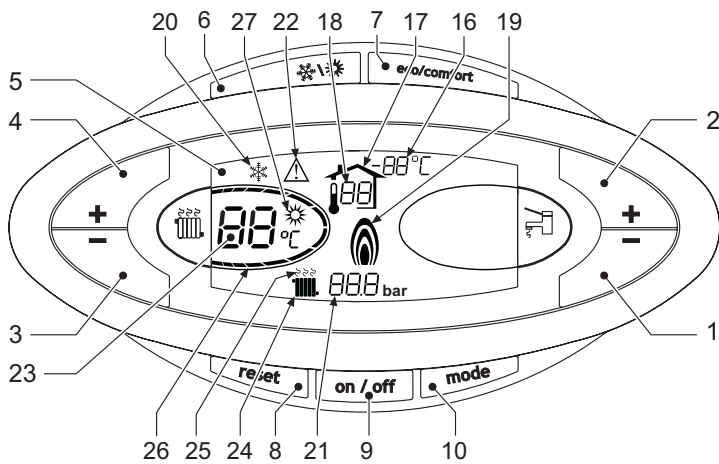
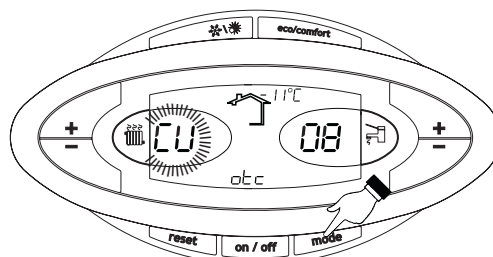
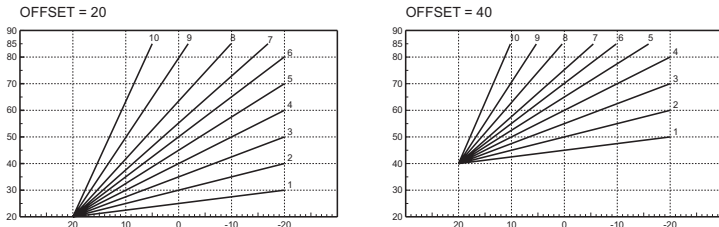

рис. 1 - Панель управления
рис. 9 - Кривая погодозависимого регулирования
рис. 12 - Пример параллельного смещения кривых погодозависимого регулирования
Нажмите на кнопку вкл/выкл (поз. 9 - рис. 1) в течение 1 секунды.
Для повторного включения котла снова нажмите клавиш вкл/выкл (поз. 9 рис. 1) в течение 1 секунды.
- Нажмите кнопку ВКЛ/ВЫКЛ (9 - рис. 1)
Нажмите клавишу **Лето/Зима** (поз. 6 - рис. 1) на 1 секунду.
На дисплее высвечивается символ "Лето" (поз. 27 - рис. 1). При этом котел будет вырабатывать только воду для ГВС. Остается активной система защиты от замерзания.
Для выключения режима "Лето" вновь нажмите клавишу **Лето/Зима** (Поз. 6 - рис. 1) на 1 секунду.
Температура в системе отопления регулируется с помощью **кнопок отопления** (поз. 3 и 4 - рис. 1) в пределах от минимума 30 °С до максимума 80 °С
С помощью **кнопок системы ГВС** (поз. 1 и 2 - рис. 1) температуру можно регулировать от минимальной 10°С до максимальной 65°С
При установке внешнего датчика (опция) на дисплей панели управления (поз. 5 -) выводится рис. 1 текущая внешняя температура, измеряемая этим датчиком. При этом система управления котлом работает в режиме "Плавающая температура". В этом режиме температура воды в системе отопления регулируется в зависимости от внешних климатических условий с тем, чтобы обеспечить максимальный комфорт и экономии энергии в течение всего года. В частности, при увеличении температуры наружного воздуха уменьшается температура подаваемой в систему отопления воды в соответствии с определенной "характеристикой компенсации".
В режиме плавающей температуры величина, заданная с помощью клавиш регулировки отопления (поз. 3 и 4 - рис. 1) , становится максимальной температурой воды системы отопления. Рекомендуется устанавливать ее на максимальную величину, чтобы позволить системе выполнять регулировку во всем полезном рабочем диапазоне.
При однократном нажатии клавиши **Режим** (поз. 10 -) на дисплее высвечивается текущая кривая погодозависимого регулирования (рис. 1), которую можно изменить с помощью клавиш задания температуры рис. 9 воды ГВС (поз. 1 и 2 - рис. 1).
При нажатии клавиш регулировки температуры отопления (поз. 3 и 4 -) получается доступ к режиму параллельного изменения кривых (рис. 1), выполняемого с помощью клавиш "+"рис. 12 и "-" (поз.1 и 2 - рис. 1).
При повторном нажатии клавиши **Режим** (поз. 10 - рис. 1) осуществляется выход из режима регулировки параллельных кривых.
Если к котлу подключено устройство дистанционного управления с таймером (опция), вышеописанные регулировки производятся в соответствии с указаниями, приведенными в таблица 1. При этом на дисплее пульта управления (поз. 5 - рис. 1) высвечивается температура в помещении, измеряемая устройством дистанционного управления.
Выбор режимов ECO/COMFORT	При выключении режима ГВС с пульта ДУ котел переходит в режим "Эко-поту". В этих условиях клавиша 7рис. 1 - на панели котла отключена.
При включении режима ГВС с устройства ДУ с таймером котел устанавливается в режим Comfort. В этих условиях с помощью клавиши 7рис. 1 - на панели управления котла можно выбрать любой из этих двух режимов.